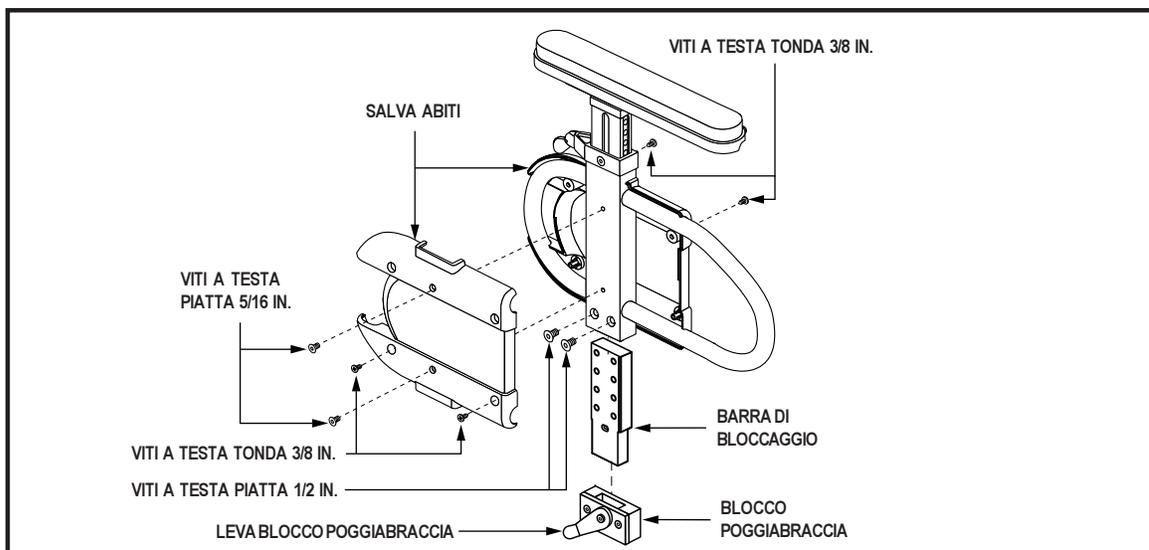

Figura 17. Regolazione altezza parte inferiore bracciolo inseribile con regolazione rapida altezza
1. Usare il cacciavite Phillips per rimuovere le quattro (4) viti corrispondenti. Vedere figura 17.
2. Usare una chiave esagonale per rimuovere le due (2) viti a testa piatta. Rimuovere il rivestimento di protezione in plastica.
3. Usare una chiave esagonale per rimuovere le due (2) viti a testa piatta dalla barra di detenzione.